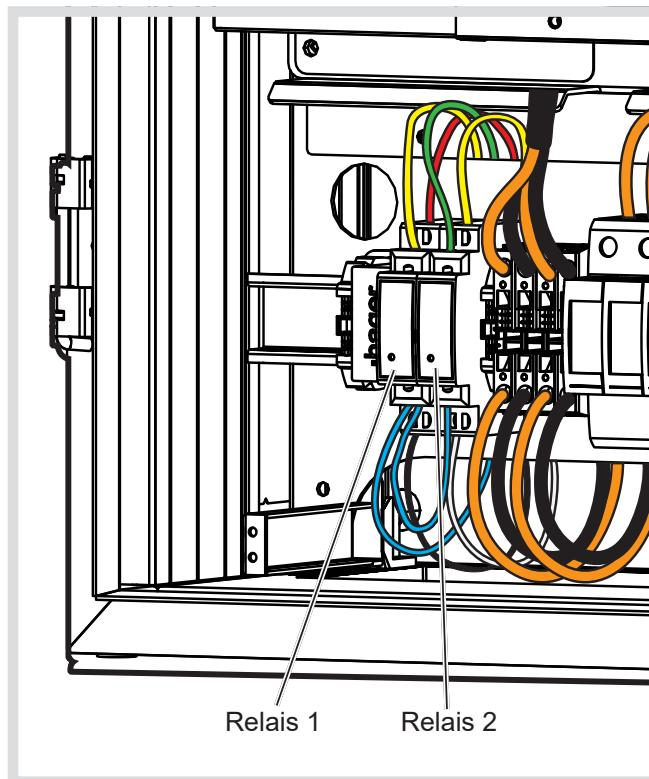

Bild 33: SG Ready-Relais im Hauptanschlussbereich
- Die 2 SG Ready-Relais EN145 des SG Ready-Erweiterungssets XEM250 an der vorgegeben Stelle (Bild 33) auf die Hutschiene im Hauptanschlussbereich aufschnappen.
- Blaue Ader aus dem grauen Kabel von der Batteriesteuerung an die A2 Kontakte der beiden Relais anschließen (Bild 33).